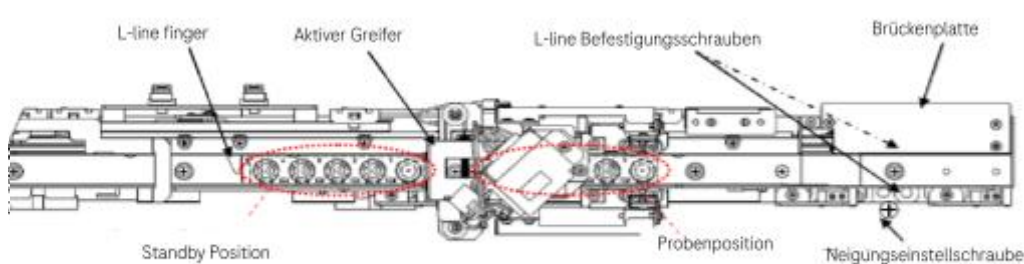

Abbildung 19 Namen jeder L-line
- Platziere die **Jig (2)** in Pos. 1 des Racks und setze das Rack in die Standby Pos. Der L-Linie (Abbildung 19)
- Das Ende der S-Düse in der Mitte der Bohrung in der **Jig (2)** mit der Neigungseinstellschraube und der Pulseinstelltaste in der SSW einstellen
- Setze **Jig (1)** auf **Jig (2)**
- Stelle sicher, dass die S-Düse in der Mitte der Bohrung der **Jig (1)** ist